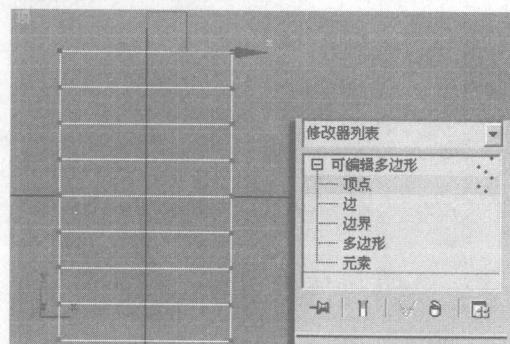

图 1-14 选择“顶点”子对象
⑩ 进入“顶点”子对象层，在顶视图中选择如图 1-14 所示的“顶点”子对象。